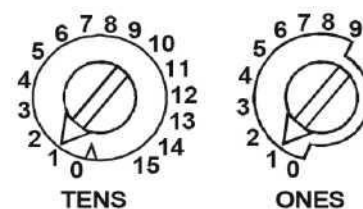

Рис. 1. Декадные переключатели адреса извещателя
1. Установите адрес извещателя на двух роторных декадных переключателях (рис. 1), выбирая номера от 01 до 159. Запишите номер адреса извещателя на этикетке соответствующей базы.